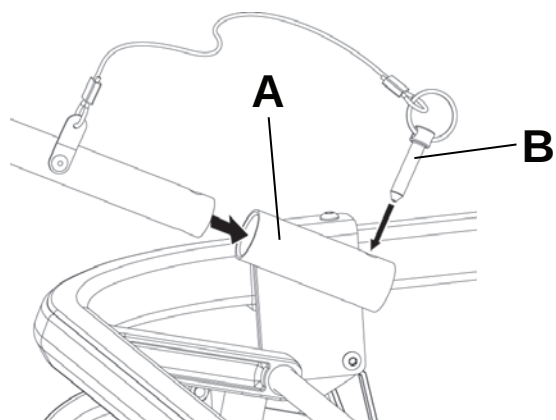

Abbildung 17 – Anbringen der optionalen Schub-/Zuggriffe
1. Die Schub-/Zuggriffe in die Stecknüsse (A) am Kopf- und Fußende der Trage einführen (Abbildung 17).
2. Die Stifte (B) in die Öffnungen einführen, um den Griff an der Trage zu fixieren (Abbildung 17).